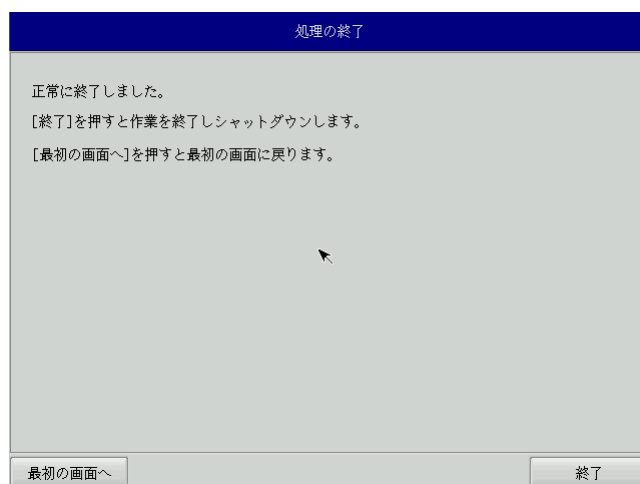

図 6-2-7. 終了画面
- ⑩ 終了画面（図 6-2-7）が表示されると工場出荷イメージの書き込みは完了です。[終了]ボタンを押して電源を落とし、DVD ドライブを外します。